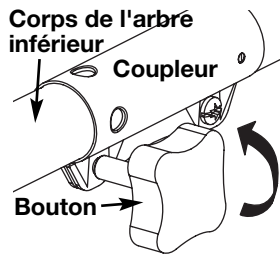

Fig. 2
- Dévissez le bouton vers la gauche (Fig. 2).